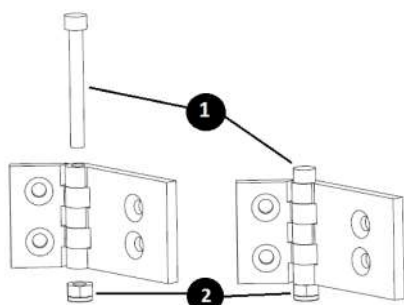

Fig. 83: Bisagras del cuadro eléctrico
Monte el cuadro eléctrico en el equipo (el cuadro eléctrico se puede suministrar por separado opcionalmente). Inserte los tornillos (M8x70 Fig. 83/1) en las bisagras premontadas.
3. ➤ Apriete la tuerca (M8 Fig. 83/2) del tornillo.